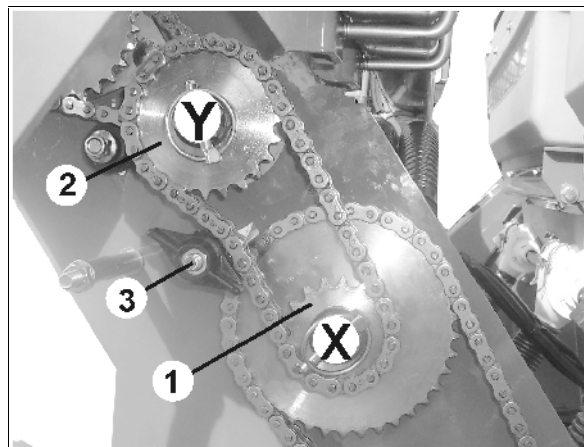

Fig. 51
3. Kettenspanner (Fig. 51/3) mittels Flügelmutter lösen.
4. Klappstecker der Kettenräder (Fig. 51/1, 2) abnehmen.
5. Beide Kettenräder (Fig. 51/1, 2) samt Kette von den Sechskantwellen abziehen.
6. Kettenräder (Fig. 51/1, 2) mit Kette vertauscht auf die Sechskantwellen montieren und mit Klappstecker sichern.